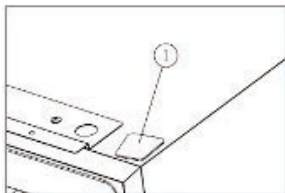

Figure 4
- Installez le couvercle ①. [Figure 4]